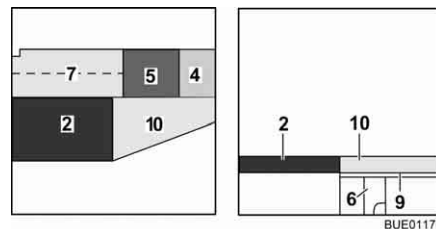

Fig. 136 Après la transformation
- Placer le coussin d'assise (Fig. 136,5) au centre.
- Placer le coussin de dossier (Fig. 136,4) entre le coussin d'assise et la cloison.
- Placer le coussin supplémentaire (Fig. 136,10) sur la rallonge latérale de lit.